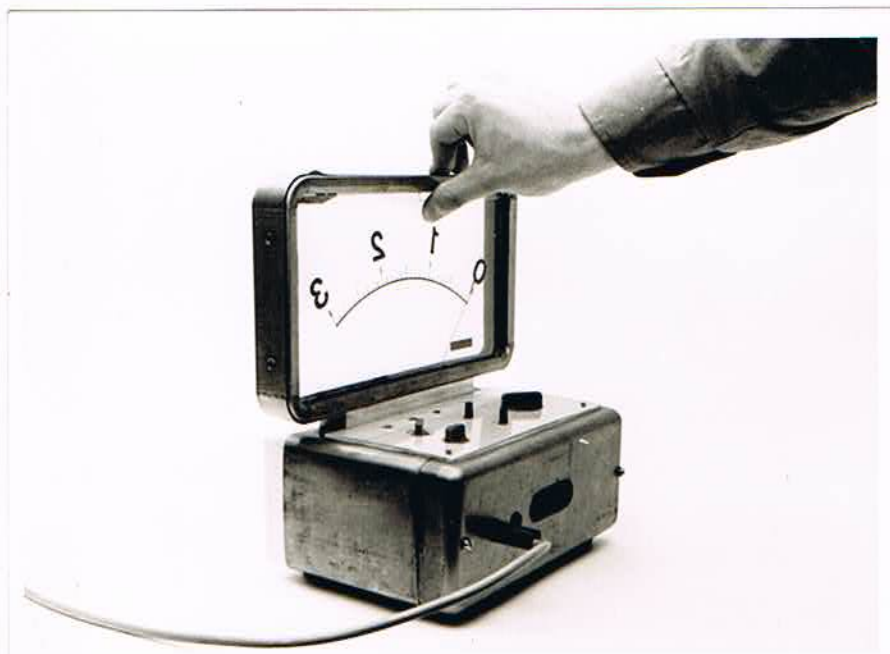

Bild 5. Andrücken einer der Wechselskalen (12) (Skalenkon-
- Skalenkontrastplatte (13) von oben an die Scheibe des Skalenträgers (3) leicht drücken (s. Bild 5. S. A10)
- Skalenarretierung (2) bis zum Anschlag nach innen schieben